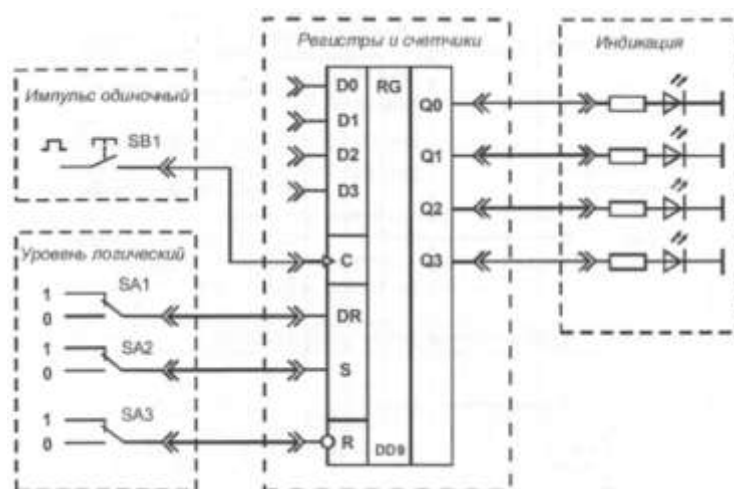

Рисунок 19 - Схема соединений для тестирования регистра сдвига при подаче одиночных импульсов
**Задание.** Проверить таблицу истинности регистра сдвига и определить, исправен ли он. Для этого собрать схему (рис. 19), подключив выходы гнезд «Уровень логический» к входам R, DR и S. Подключить источник сигнала «Импульс одиночный», формирующий одиночные импульсы с положительной полярностью, к входу C. Включить тумблер «Сеть». Задать на входе DR тумблером SA1 сигнал «1». Задать на входе R тумблером SA3 сигнал «1». Задавая тумблером SA2 на входе S «0» или «1» и нажимая на кнопку SB1, проверять таблицу истинности регистра сдвига. Уровню логической «1» на выходах соответствует свечение светодиода. Обратите внимание, на каком фронте синхроимпульса «С» происходит переключение регистра сдвига. Задать на входе R тумблером SA3 сигнал «0». Повторить опыты, проведенные ранее. Оцените результат. Соответствует ли он таблице истинности? Выключить тумблер «Сеть». Сравнив результаты с таблицей 26 определить, исправен ли регистр сдвига.